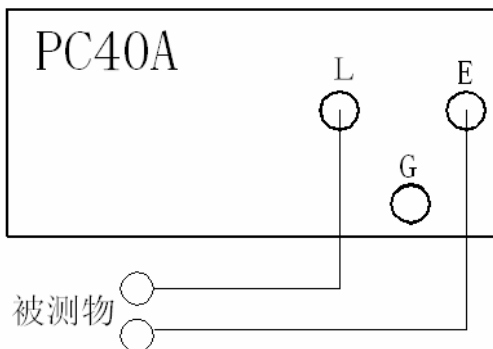

图4 对绝缘电阻测定时接线图
- a 在绝缘测定时，按图4将被测物的两端分别与仪器测量端“E”和“L”相连。